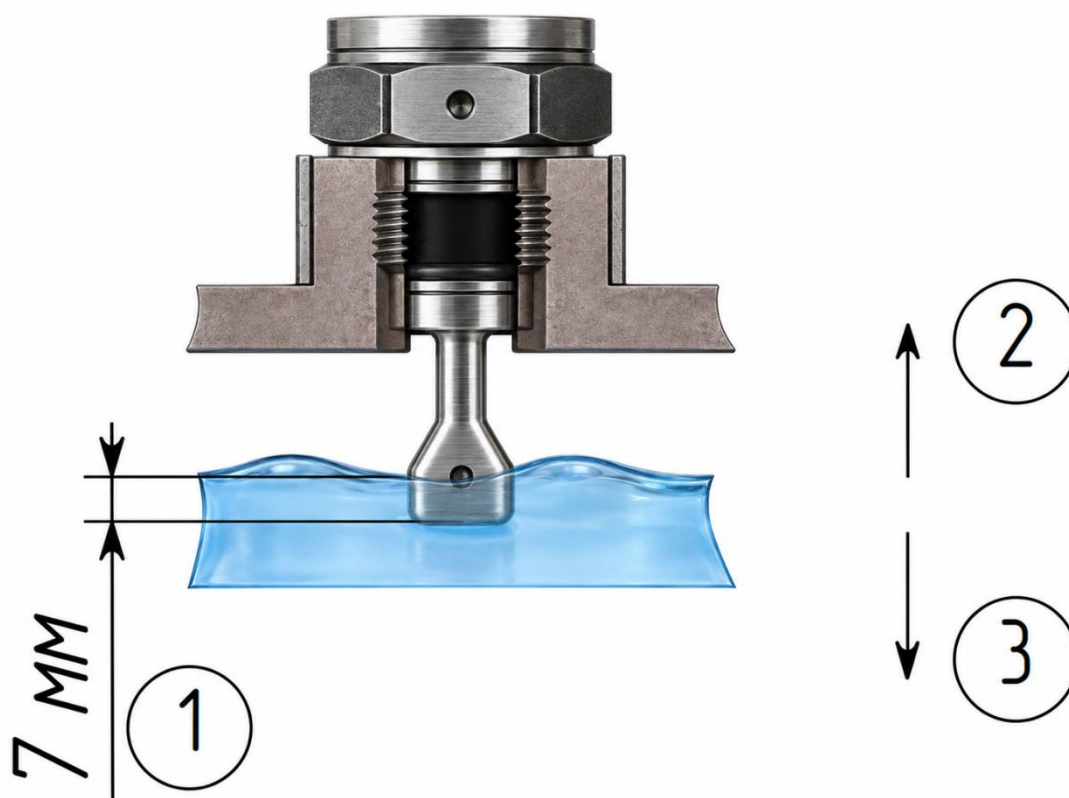

Рисунок 51 – Вертикальный монтаж
При горизонтальном монтаже сигнализаторов точка срабатывания находится примерно на расстоянии 11 мм (1) от края вилки чувствительного элемента. При уменьшении плотности измеряемой среды это расстояние увеличивается (2). При увеличении плотности измеряемой среды это расстояние уменьшается (3) (рисунок 51). Расстояние до точки срабатывания зависит от плотности измеряемой среды при вертикальном монтаже сигнализатора (таблица 12).